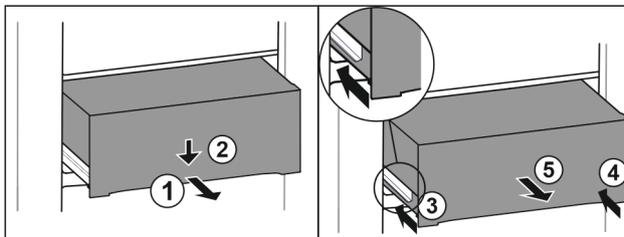

Fig. 125
- Schubfach halb herausziehen. Fig. 125 (1)
- Schubfach an der Vorderseite nach unten drücken. Fig. 125 (2)
- Linke Schiene etwa 2 cm einschieben. Fig. 125 (3)
- Rechte Schiene etwa 2 cm einschieben. Fig. 125 (4)
- Schubfach nach vorne entnehmen. Fig. 125 (5)